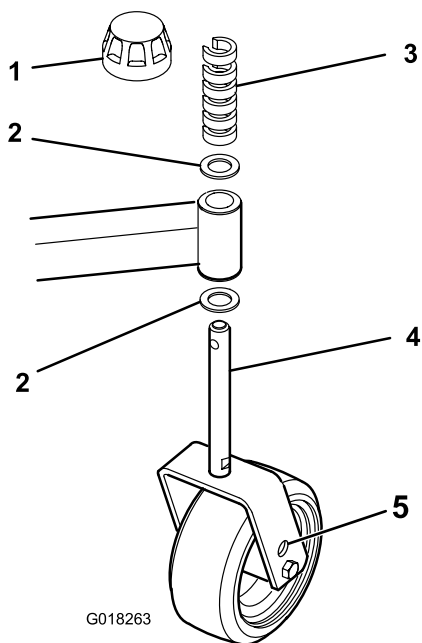

Figura 10
2. Posizionate gli assali delle ruote orientabili negli stessi fori di tutte le forcelle. Fate riferimento a Figura 8, Figura 9 e Figura 10 per determinare i fori adeguati all'impostazione voluta.
1. Rimuovete il cappuccio di tensione dall'asse del mandrino (Figura 10).